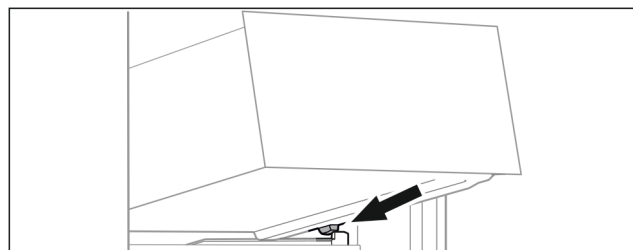

Fig. 59
- Schubfach schräg hinter den Stopperrn auf Behälterrippe aufsetzen. (siehe Fig. 59)